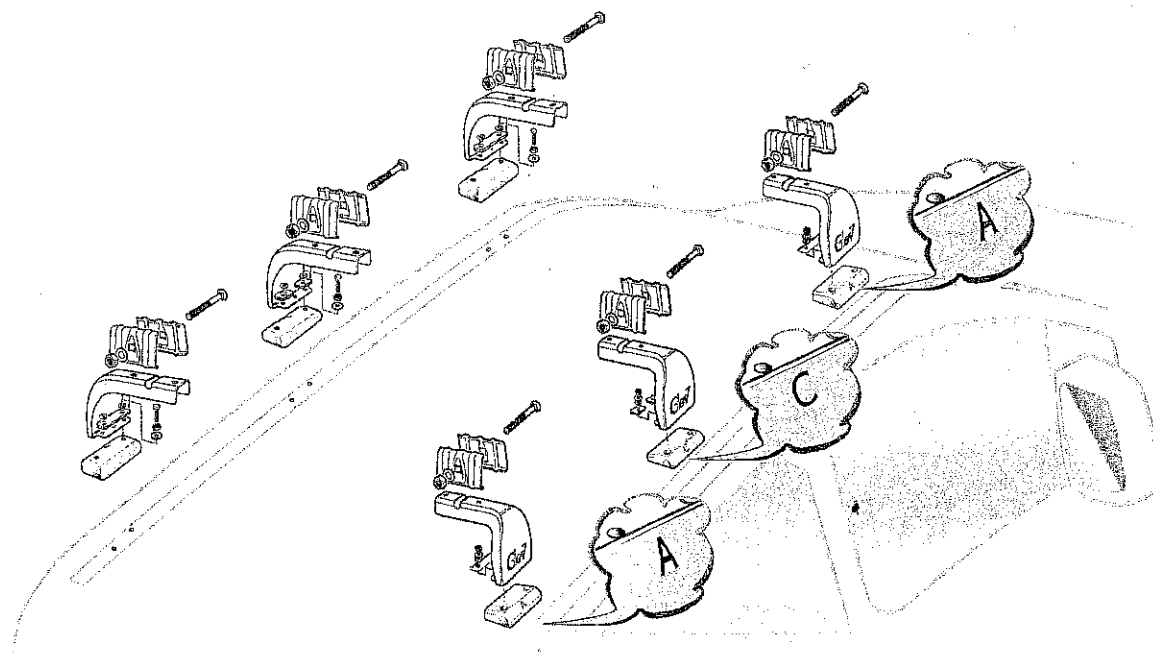

fig. 6
- Inserire le 6 staffe assemblate come in Fig. 4-5 sui fori già presenti sul tetto del furgone, facendo attenzione a posizionare i rialzi "A" (anteriore e posteriore) e "C" (centrale) come Fig. 6
- Introducir los 6 anclajes montados como en las Fig.4-5 en los agujeros ya presentes en el techo del vehículo, prestando atención a la hora de posicionar los tacos "A" (anterior y posterior) y "C" (Central) como en la Fig.6